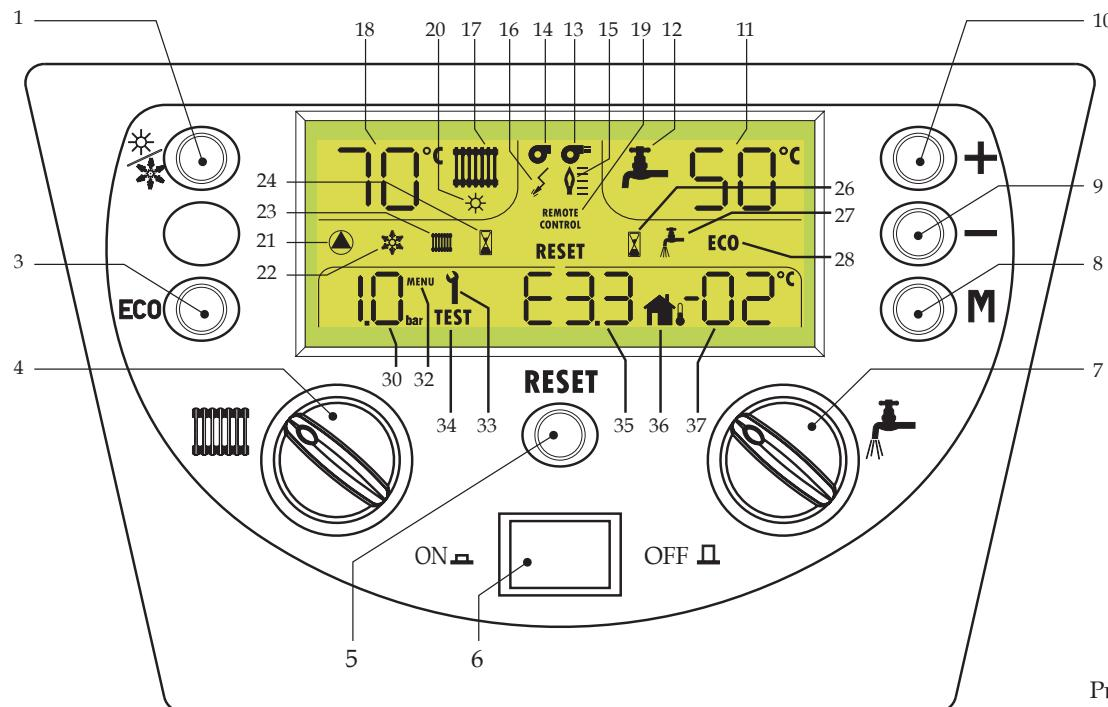

Рис. 1
Для включения/отключения режима Комфорт достаточно нажать клавишу 3 (**ECO** () - 3 рис. 1). Когда включен режим Комфорт, надпись ECO исчезает с дисплея.
Для восстановления рабочего режима - нажать клавишу 5 (Сброс (Reset) - рис. 1).
- На южной клавишу ВКЛ/ВЫКЛ (ON/OFF) (см. рис. 1)
На южной клавишу ВКЛ/ВЫКЛ (ON/OFF) (см. рис. 1)
Для выбора одного из двух режимов достаточно нажать клавишу 1 (рис. 1).